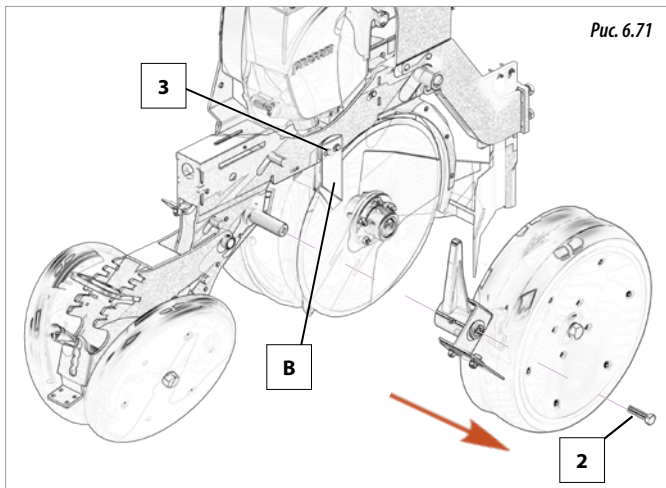

Рис. 6.71
- Высевальные диски (В, рис. 6.71).
- 1- Ослабить болт (2, рис. 6.71) и снять заглубляющий каток.
- 2- Ослабить болты (3, рис. 6.71).